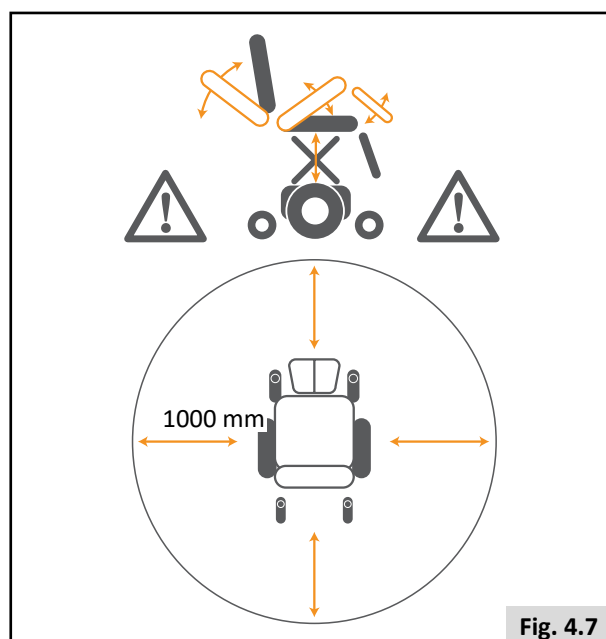

Fig. 4.7
- Comme avec tout organe mobile, veillez à ne pas vous pincer les doigts, (Fig. 4.7).